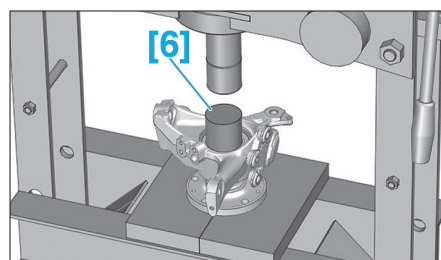

Fig. 38
- Positionner le pivot sur le moyeu (Fig.38).